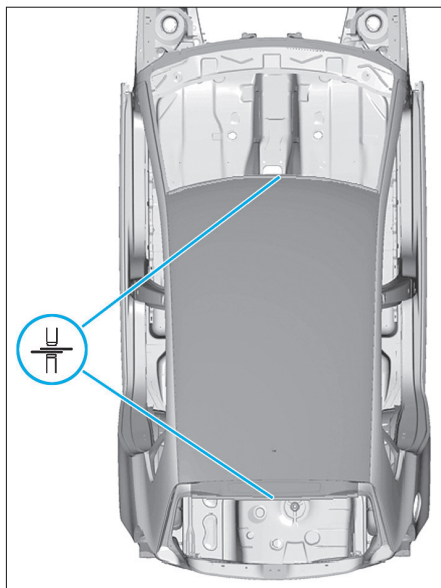

FIG. 89
- Souder le pavillon à la pointeuse (Fig.89).